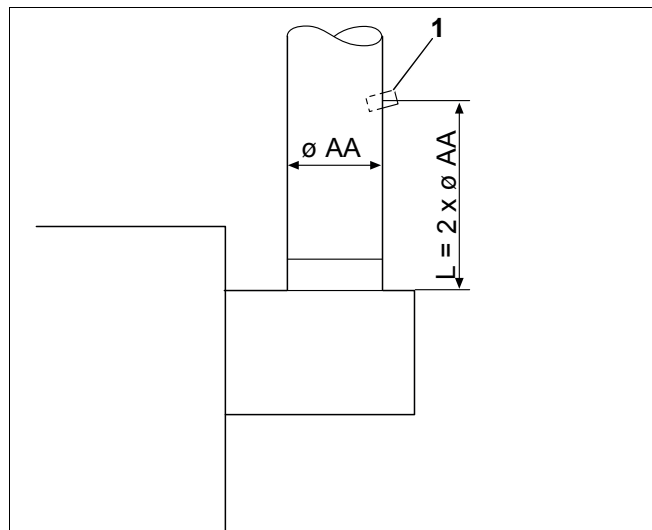

Рис. 31 Проведение замеров
Для проведения приведенных далее измерений нужно на присоединительном участке системы дымовых газов сделать отверстие для замеров (рис. 31, **поз. 1**). Расстояние от прерывателя тяги должно быть равно двум диаметрам дымовой трубы (AA).
- Точку замера на присоединительном участке (рис. 31, **поз. 1**) разместить на стороне, отвернутой от котла. Для этого просверлить отверстие диаметром 8 мм.